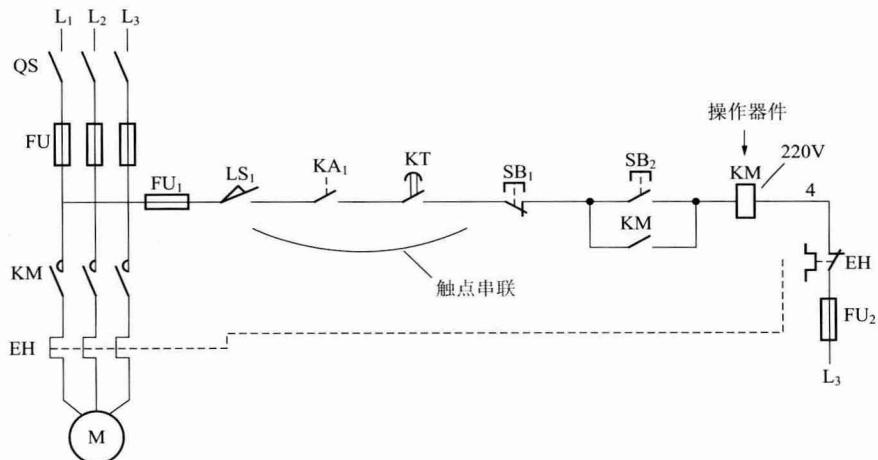

图 14 触点的串联
(6) 触点的串联。根据电气(机械)控制要求,把一个开关或继电器触点的末端与另一个触点的前一端相连接的方式称为触点的串联回路。在这样的回路中只要有一个触点不闭合,线路的最终设备就不能动作,如图 14 所示。